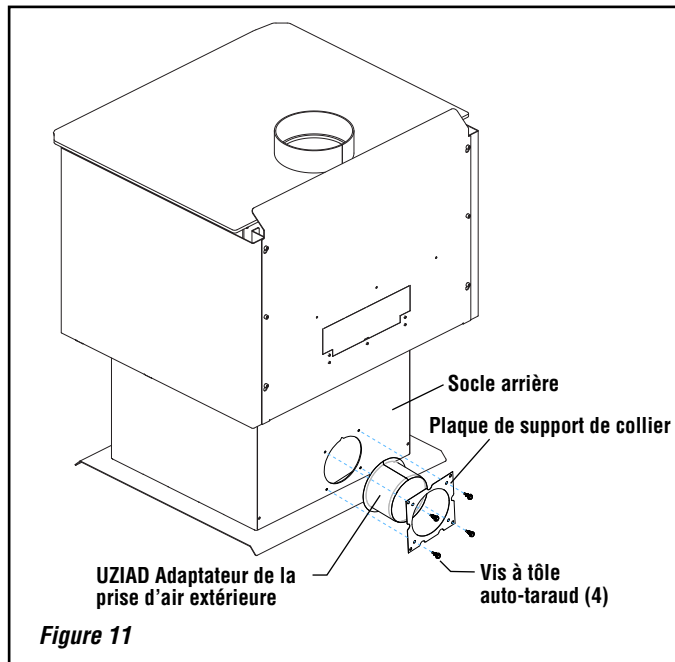

Figure 11
2. Installer le socle arrière comme illustré à la **figure 11**.
- Col avec support de col :** Centrer le collier de 4 po de diamètre sur l'orifice d'admission d'air, puis le fixer avec le support de collier à l'aide des quatre (4) vis Tek de 5/8 po fournies, en alignant la plaque sur les trous de capture de l'unité. Dans certains cas, les trous de capture ne sont pas percés; dans ce cas, utiliser les vis Tek pour commencer les trous directement (**Figure 11**).
4. Installation des conduits et registre d'air (voir Figures 11 à 14) - l'ensemble d'air extérieur peut être installé selon les exigences suivantes:
- b) Le registre d'admission d'air ne doit pas être installé à plus de dix (10) pieds (3050 mm) au-dessus de la base du poêle.
- Installer la prise dans la buse existante du poêle (see figure 11).